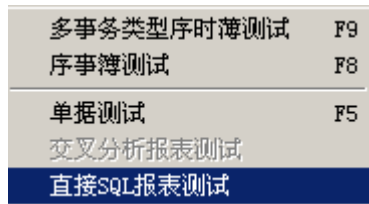

图 12-6
- 2 在 K/3 BOS IDE 界面，单击【运行→直接 SQL 报表测试】，如图 12-6 所示：